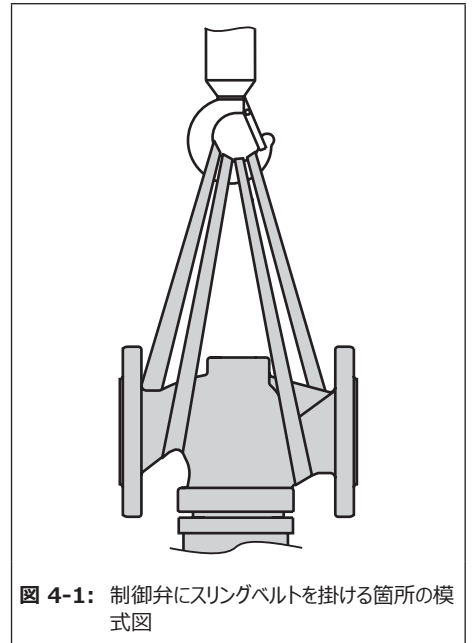

図 4-1: 制御弁にスリングベルトを掛ける箇所の模式図
- フックは、外れ止め金具が付いたものを使用して、吊上げと運搬の各作業中にスリングベルトがフックから滑り落ちないようにしてください（図 4-1をご覧ください）。
1. 弁ボデーのフランジ部、および、クレーンまたはフォークリフトの吊り具（例：フック）のそれぞれに、スリングベルトを1本ずつ掛けます（図 4-1をご覧ください）。